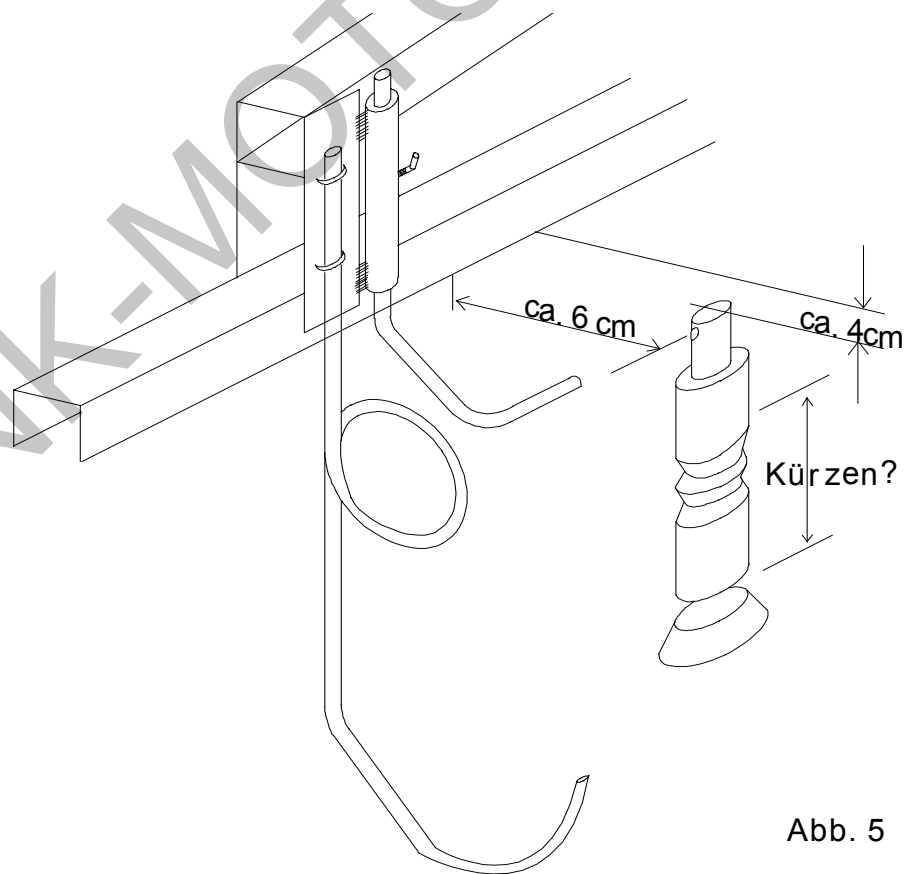

Abb. 5
3.3 Schaumdüsen Abb. 5
Das im Lieferumfang enthaltene Rundmaterial 6 Ø mm (zur Aufnahme der Schaumdüse) wird wie in Abb. 5 zu sehen entsprechend gebogen.
Zur Aufnahme des Rundmaterialies an der Feldspritzleitung wird das mitgelieferte Rohr 14 X 2 X 100 mm wie in Abb. 5 an die Feldspritzleitung angeschweißt.